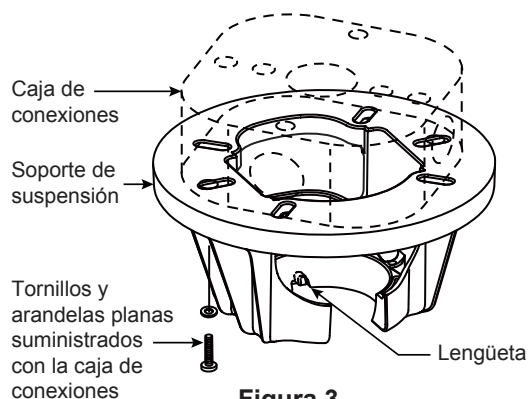
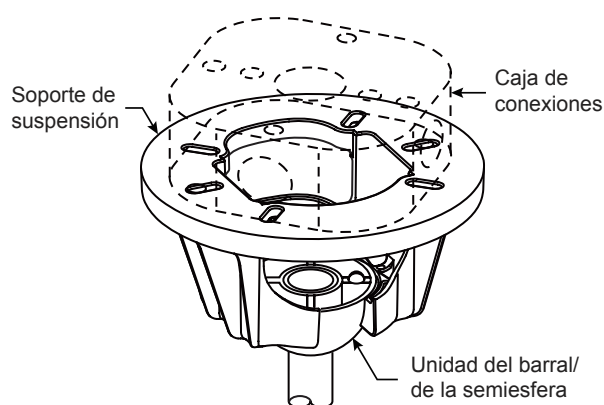

Figura 3
Figura 4
3. Afloje los dos tornillos de fijación del soporte del barral de soporte para techo a través de la varilla. Introduzca los cables de color marrón, azul, rojo, gris y amarillo a través de la varilla. (Figura 3)
4. Coloque el soporte de la varilla y alinee los orificios de la clavija de horquilla en ambas piezas. Instale la clavija de horquilla y asegúrela con la pinza de horquilla. Fije los dos tornillos de presión y las tuercas de seguridad en el soporte de la varilla interior. Fije con seguridad el set de tornillos con el destornillador y luego fije bien las tuercas con una llave hexagonal. (Figura 4)
- ☐ 1. Fije bien el soporte de suspensión a la caja de conexiones con los tornillos y las arandelas planas suministrados con la misma. (Figura 3)
NOTA: Se deben pasar los tornillos de la caja de conexiones a través de los orificios que se encuentran en el soporte de suspensión. (Figura 3)
- ☐ 3. Con cuidado, levante el ventilador y apoye la unidad del barral/de la semiesfera en el soporte de suspensión que acaba de fijar a la caja de conexiones. (Figura 4) Asegúrese de que la ranura en la semiesfera esté alineada con el reborde del soporte de suspensión. (Figura 3)
- ☐ 3. Realice las conexiones de cables al bloque del terminal como se muestra en la Figura 4.